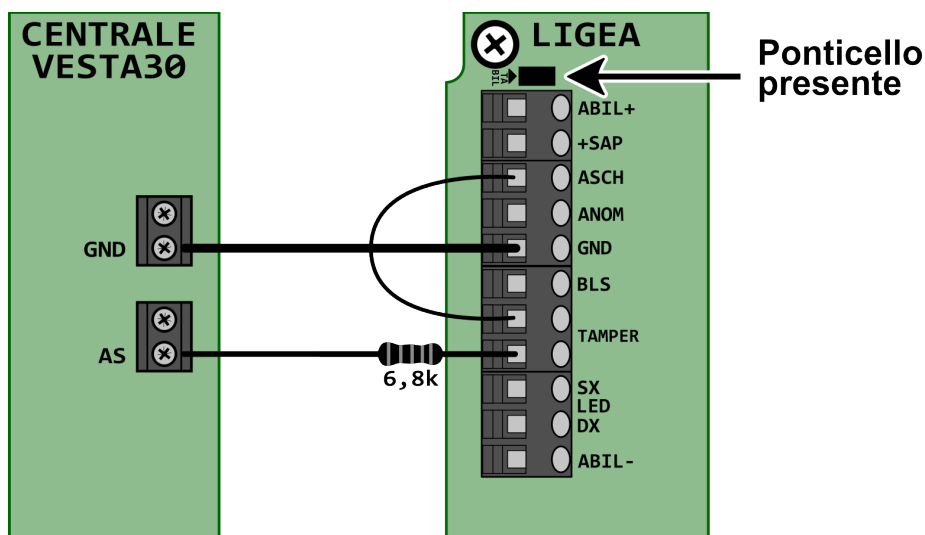

Figura 6: Collegamento serie tamper e antischiuma con resistenza di bilanciamento esterna (ponticello [12] presente).
Oppure è possibile semplificare il collegamento facendo una serie con i morsetti TAMPER, come mostrato nella Figura 6).
- i** In Figura 6 è mostrato il collegamento con la resistenza di bilanciamento installata esternamente (ponticello [12] presente), ma anche in questa configurazione è possibile usare la resistenza interna rimuovendo il ponticello [12].